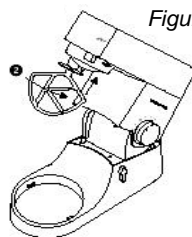

Figura 2
- 2) Per inserire un accessorio (impastatore, frusta o frusta piatta), posizionarlo nell'attacco per utensili per frullare (D). Inserire bene l'attacco nella presa fino ad avvertire lo scatto di aggancio e l'attacco non si blocca nella posizione corretta. *Vedi figura 2.*